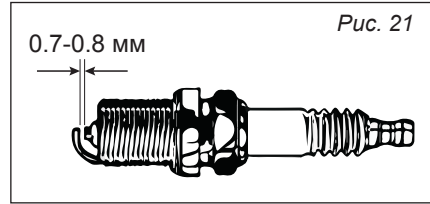

Рис. 21
4. Проверьте расстояние между электродами калибром толщины и установите зазор 0,76 мм при необходимости (рис. 21).